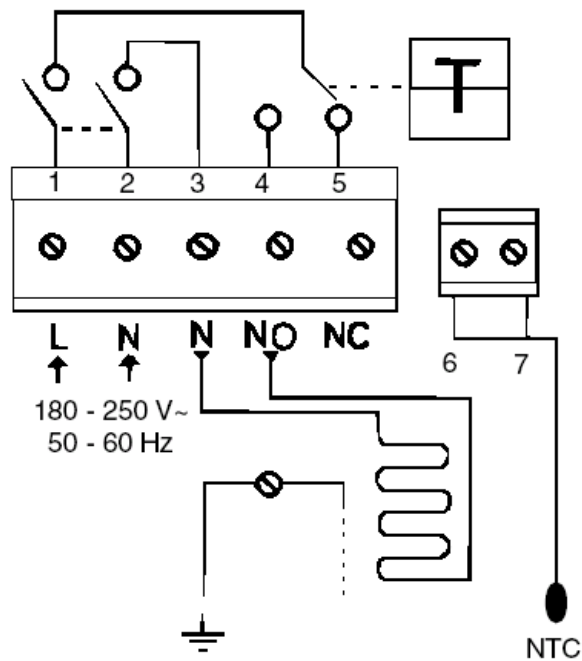

fig 1 : Schéma électrique
6. Pour les branchements du thermostat, se référer au schéma électrique (fig 1).